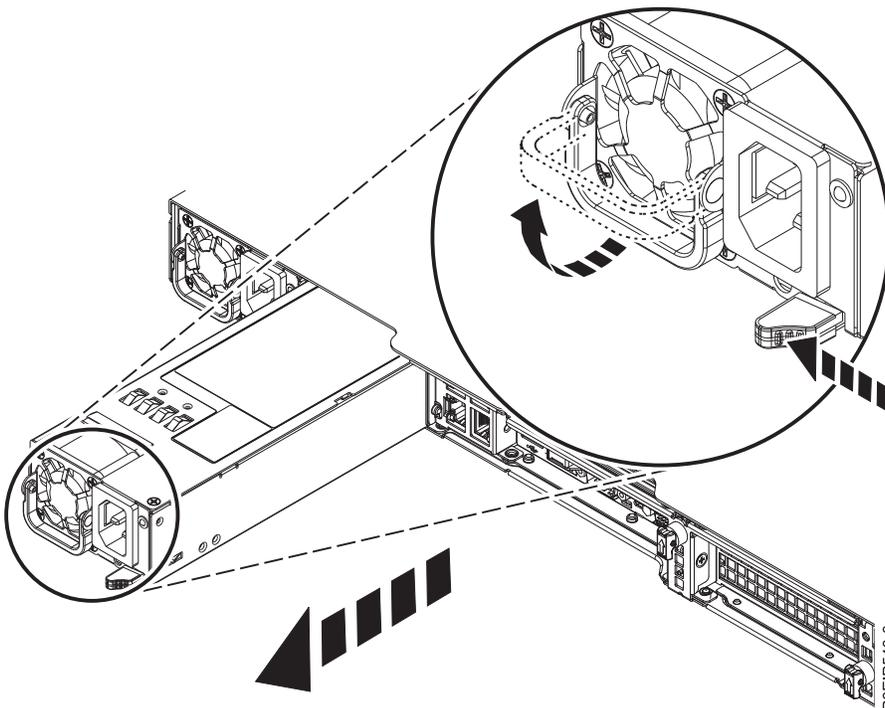

Figura 26. Removendo uma fonte de alimentação do sistema
- a. Para desprender a fonte de alimentação de sua posição no sistema, empurre a guia de travamento para a esquerda conforme mostrado na Figura 26.